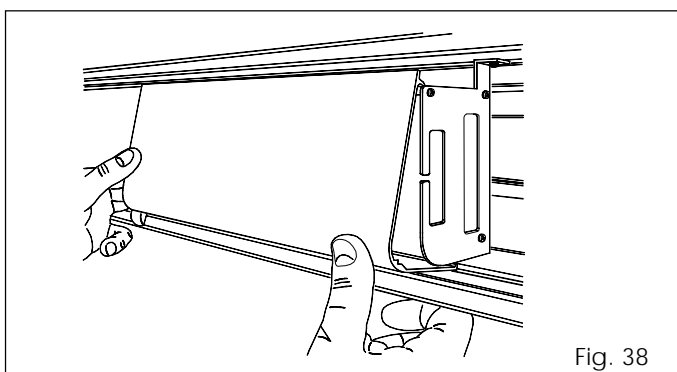

Fig. 38
- Pour le remonter, l'accrocher sur la partie supérieure et appuyer d'après la fig. 38.